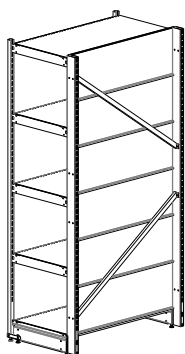

Рис. 1 Стеллаж ДС пристенный с зашивкой.
- 1) на отдельностоящий "Стеллаж ДС" с "Зашивкой" (рис. 1) - 2 "Стяжки".